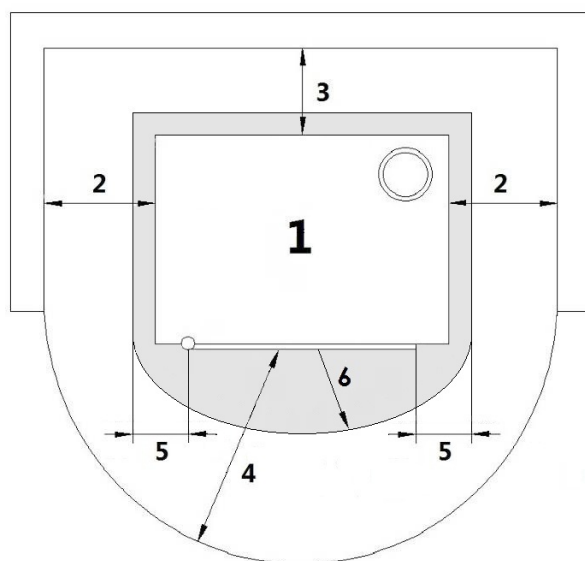

Fig. 24 - Instalação gerais
- As estufas instaladas isoladamente devem ser separadas de eventuais paredes e/ou móveis para assegurar uma circulação de ar mínima aos lados e na parte posterior, permitindo um arrefecimento eficaz do aparelho e uma boa distribuição do calor no ambiente (ver **Fig. 24 pág. 24**).
- Para as normas de segurança anti-incêndio devem-se respeitar as distâncias de objetos inflamáveis ou sensíveis ao calor (sofás, móveis, revestimento em madeira, etc.) como indicado em **Fig. 24 pág. 24**.